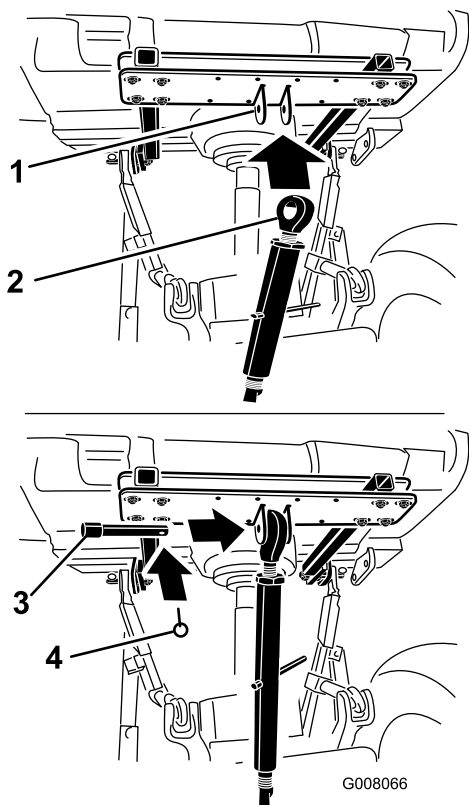

Figura 8
6. Collegare l'anello di fissaggio superiore alla linguetta della sezione di fissaggio e serrare con il perno di attacco e l'acciarino (Figura 8).